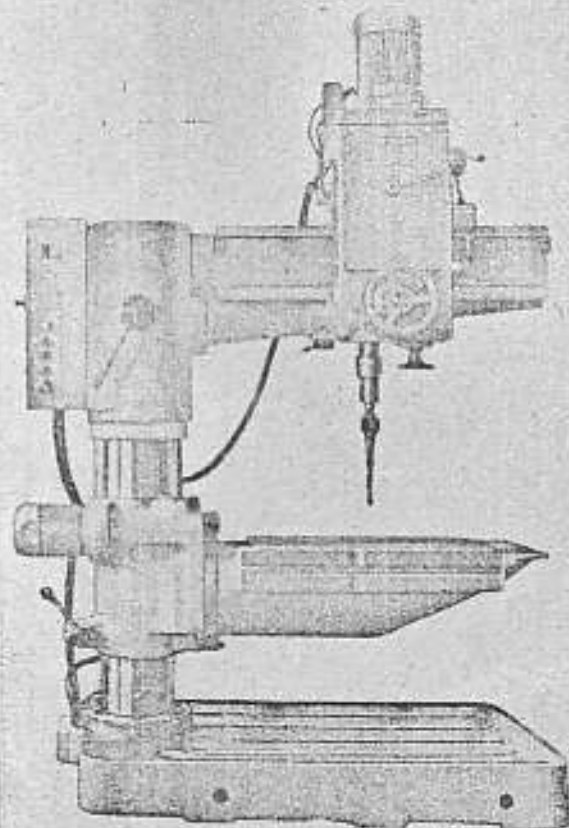

Рис. 1. Станок 2532Л
I.1.1. Станок радиально-сверлильный с подъемно-поворотным столом 2532Л (рис. 1) предназначен для выполнения разнообразных сверлильно-расточных и резьбонарезных работ сверлами, зенкерами, развертками, метчиками и другими инструментами в условиях индивидуального и серийного производства.